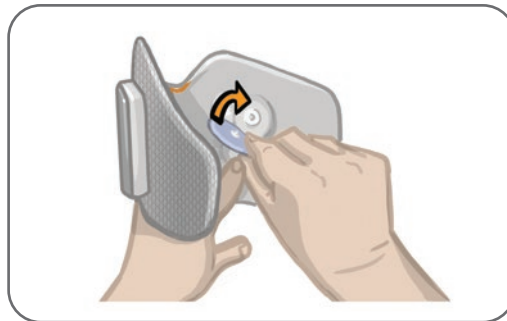

Figure 6-6 : Fixation des électrodes rondes en tissu de la jambièrre
5. Fixez les électrodes rondes en tissu aux bases des électrodes. Reportez-vous à la figure 6-6. Les utilisateurs d'une jambièrre de taille normale doivent s'assurer que les protections encliquetables de la jambièrre sont en place.